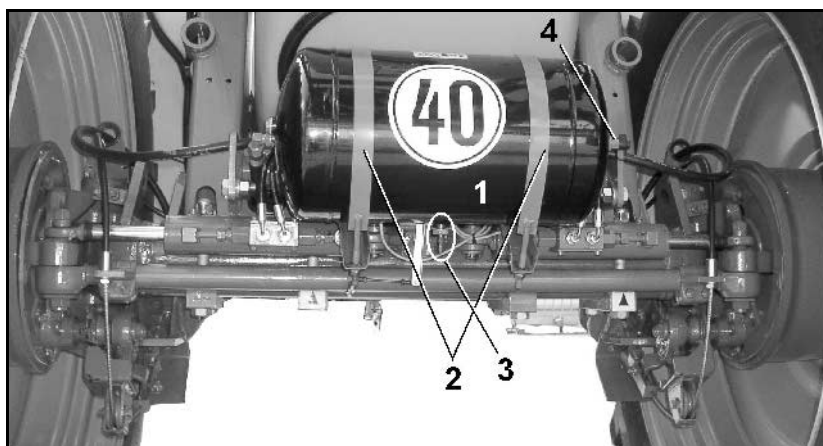

Fig. 149
1. Verifique as mangas de protecção a poeiras ou os foles (Fig. 149/5) em relação a danificações.
- Verificar se os parafusos (Fig. 149/1) estão bem apertados.